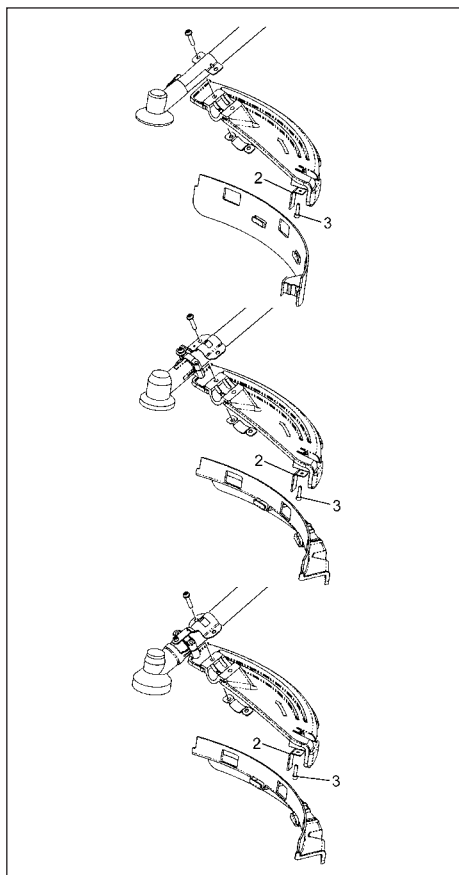

Fig. 1-8
#### **Installation af knivens skærm (Fig. 1-8)**
**BEMÆRK! (Fig. 1-8)**